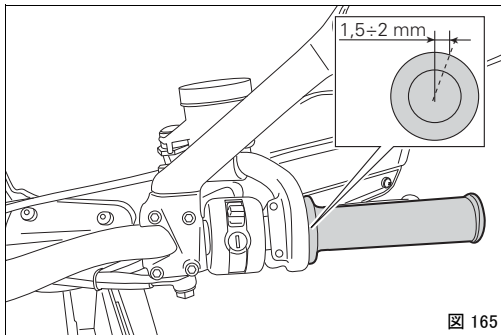

図 165
1.5 ~ 2.0 mm の遊びがなければなりません。必要であれば、車体左側のステアリングチューブにある適切なアジャスター(1 および 2、図 165)を使用して調整します。